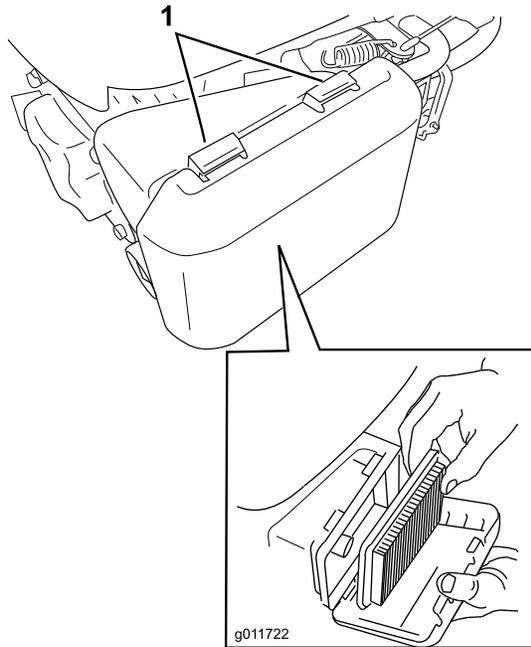

Bild 20
1. Drücken Sie die Verriegelungslaschen oben an der Luftfilterabdeckung nach unten (Bild 20).
3. Entfernen Sie den Papierfilter und den Schaumvorfilter (Bild 20).